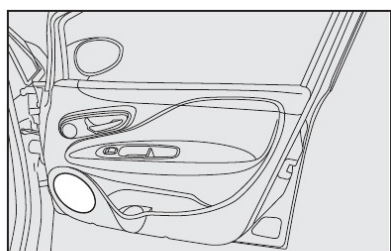

fig. 129
- alto-falantes na porta dianteira **fig. 129**;